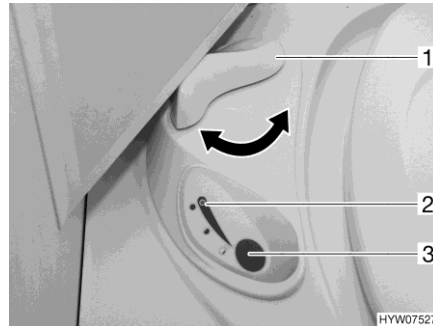

Fig. 172 Unité de commande toilettes Thetford
- Avant d'actionner la chasse d'eau, ouvrir le curseur des toilettes Thetford. Tourner pour cela le levier du curseur (Fig. 172,1) dans le sens inverse des aiguilles d'une montre.
- Pour actionner la chasse d'eau, appuyer sur le bouton bleu (Fig. 172,3).
- Après avoir actionné la chasse d'eau, fermer le curseur. Tourner le levier du curseur (Fig. 172,1) dans le sens des aiguilles d'une montre.
Le voyant de contrôle (Fig. 172,2) s'allume lorsque la cassette Thetford doit être vidée.